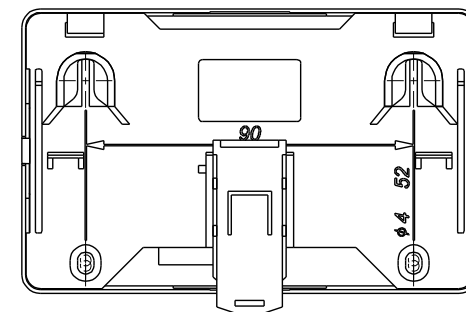
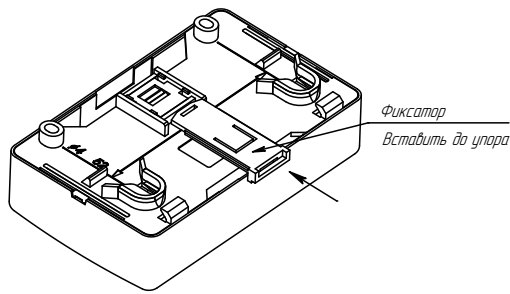

Рисунок 2 – Установочные размеры
Рисунок 3 – Установка фиксатора для крепления на DIN-рейку
- смонтировать адресную метку на стену, используя отверстия в основании (см. рисунок 2) или на DIN-рейку (см. рисунок 3);